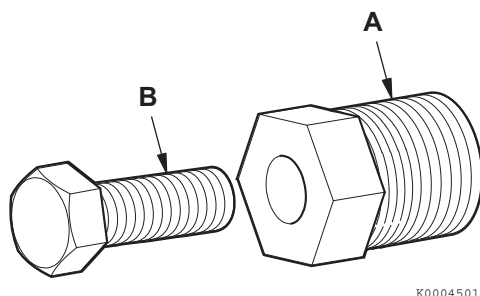

Figure 16
2. Installare l'estrattore (**Figure 16, (A)**) nella girante.
3. Ruotare la vite di pressione (**Figure 16, (B)**) in senso orario per estrarre la girante dal corpo della pompa.